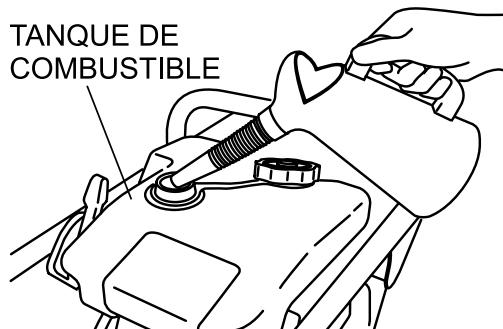
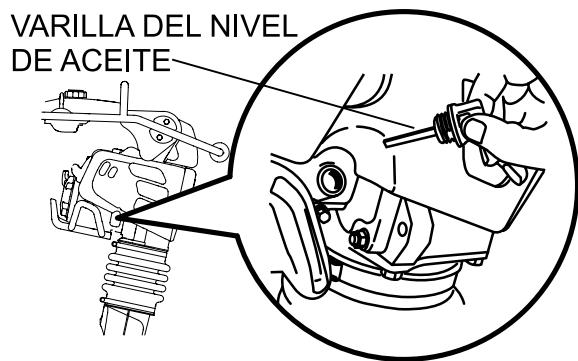

Figura 4. Tanque de combustible
Figura 5. Varilla de nivel de aceite del motor
1. Llene el tanque de combustible (Figura 4) con gasolina sin plomo. Al mismo tiempo, verifique el aceite del motor y tenga el hábito de llenar con frecuencia (Figura 5).